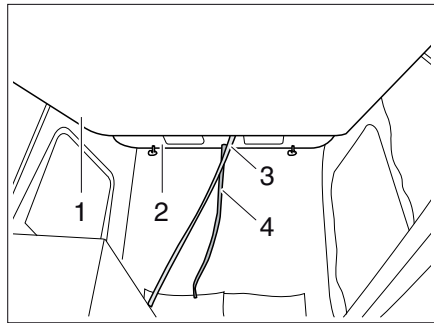

Fig. 64 Lit dans le toit télescopique
- Pousser le toit relevable (Fig. 64,2) vers le haut à l'aide des poignées avec les deux mains.
- Tirer le matelas (Fig. 64,1) vers le bas à l'aide de la poignée de traction (Fig. 64,3) jusqu'à ce qu'il se verrouille de manière audible.
- Pousser le matelas (Fig. 64,1) vers le haut.
- Tirer le toit relevable vers le bas à l'aide de la poignée de traction (Fig. 64,4).